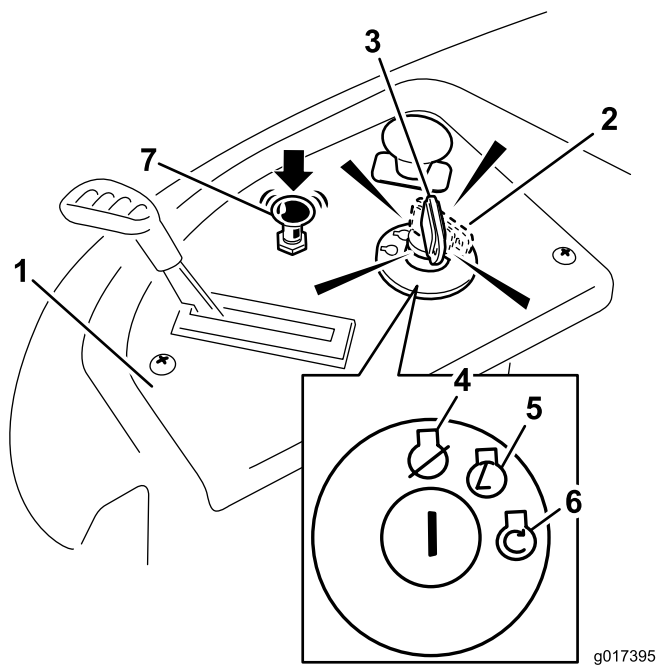

Figura 14
4. Gire la llave de contacto a Arranque para activar el motor de arranque. Cuando el motor arranque, suelte la llave (Figura 14).
- Después de que el motor arranque, presione hacia abajo el control del estérter (Figura 14). Si el motor se cala o funciona irregularmente, tire hacia arriba del control del estérter y deje el motor en marcha durante unos segundos. Pues presione hacia abajo el control del estérter. Repita este procedimiento tantas veces como sea necesario.
3. Gire la llave de contacto a la posición de Desconectado (Figura 14) y retire la llave.